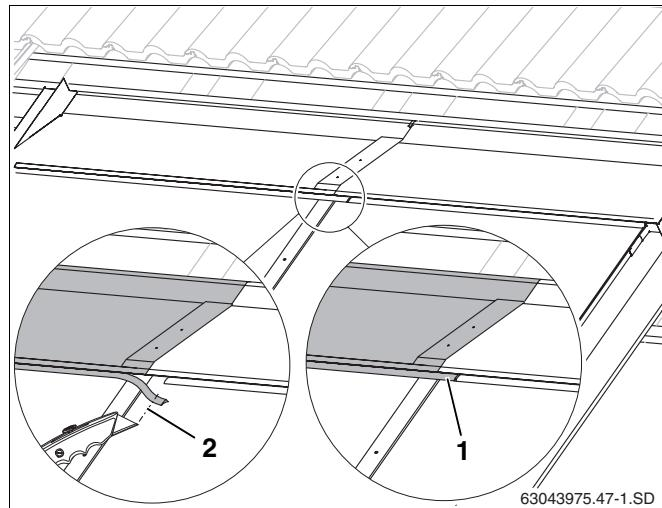

Рис. 57 Раскрой резинового язычка
- Укоротить резиновый язычок настолько (рис. 57, **поз. 2**), чтобы он уперся в язычок правого накладного листа.
- Вставить резиновый язычок левого накладного листа в фальц правого накладного листа (рис. 57, **поз. 1**).